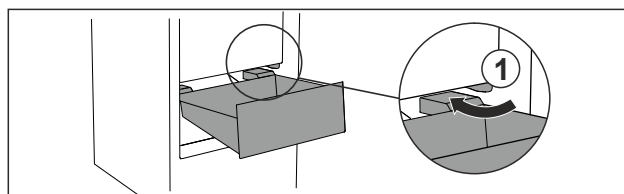

Fig. 99
- Zásuvku ved'te šikmo podél zarážek Fig. 99 (1).